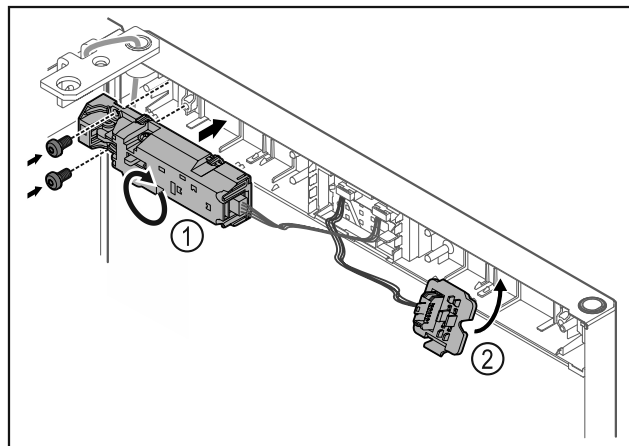

Fig. 19
- ▶ Завъртете дистанционната ключалка Fig. 19 (1) на 180° и я закрепете на противоположната страна.
- ▶ Фиксирайте държача на щекера Fig. 19 (2) от противоположната страна.